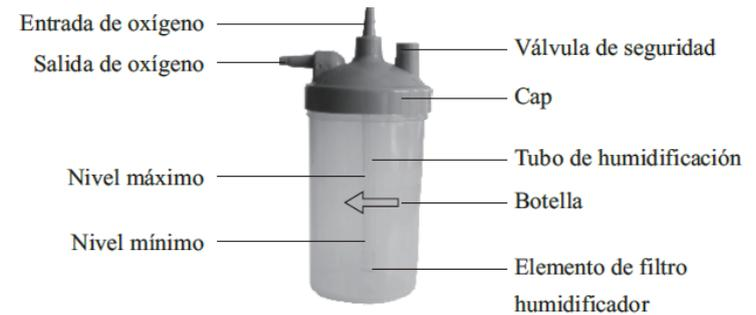

Figura 5: Componentes de Humidificador
- 1.Desatornillar el envase del humidificador en sentido antihorario. Llenar el envase con agua pura (o agua destilada) hasta el nivel entre máximo y mínimo. NO llene la botella del humidificador por encima del nivel MÁXIMO. (Figura 5)